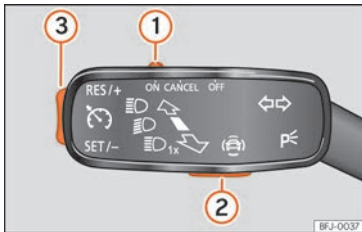

Abb. 176 Am Blinkerhebel: Tasten zur Bedienung des Geschwindigkeitsbegrenzers.
Zum Wechseln zwischen den Fahrerassistenzsystemen die Taste  » » **Abb. 176**  drücken und anschließend mit dem Rädchen rechts im Multifunktionslenkrad im Menü Kombi-Instrument wählen und durch Drücken des Rädchens bestätigen.
- Schieben Sie den Schalter »» **Abb. 176 ①** auf die Position **ON** und drücken Sie die Taste **②**.
- Drücken Sie während der Fahrt die Taste »» **Abb. 176 ③** im Bereich **SET/-**.
Die Geschwindigkeit kann mit der Taste »» **Abb. 176 ③** eingestellt werden:
- Schieben Sie den Schalter »» **Abb. 176 ①** auf die Position **OFF**.
Wenn Sie den Geschwindigkeitsbegrenzer – beispielsweise zum Überholen – vorübergehend deaktivieren möchten, schieben Sie den Schalter »» **Abb. 176 ①** auf die Position **CANCEL** oder drücken Sie die Taste **②**.
Nach dem Überholmanöver kann der Geschwindigkeitsbegrenzer wieder mit der zuvor gespeicherten Geschwindigkeit aktiviert werden, indem die Taste »» **Abb. 176 ③** im Bereich **RES/+** gedrückt wird.